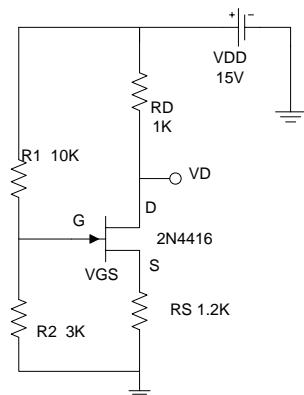

FIG 5.- POLARISATION DU TRANSISTOR JFET PAR PONT DE BASE
- 1.- Construire le circuit de la Fig. 5.